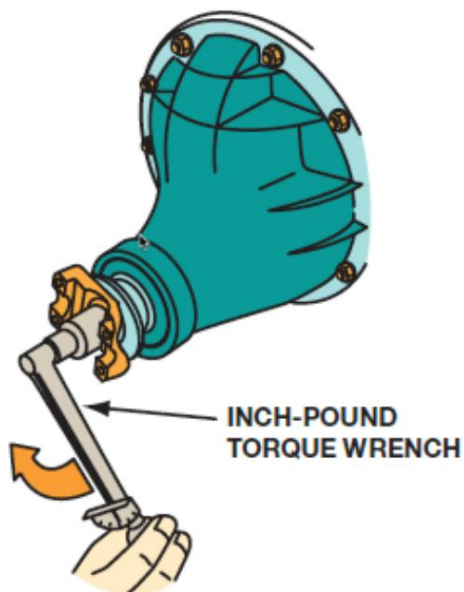

Figura 10. Medición de la precarga del piñón de accionamiento.
- Después de quitar las ruedas y eliminar cualquier arrastre de los frenos, utilice una llave dinamométrica de pulgada-libra para Mida la precarga del rodamiento del piñón. Debe estar entre 17 y 22 pulgadas-libra o ligeramente inferior en la mayoría de las aplicaciones. Figura 10.